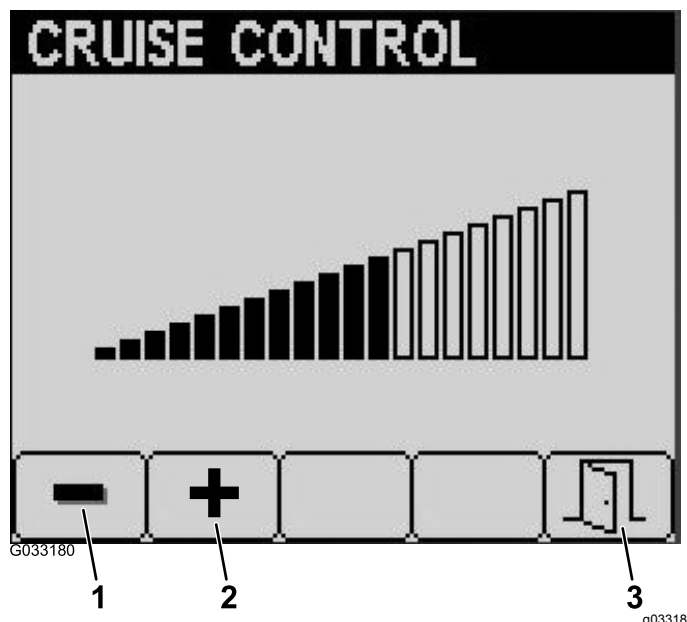

Рисунок 29
4. На экране круиз-контроля нажмите кнопку 1 для увеличения скорости круиз-контроля или кнопку 2 для ее уменьшения (Рисунок 29).
5. После установки нужной скорости круиз-контроля нажмите кнопку 5 для выхода (Рисунок 29).